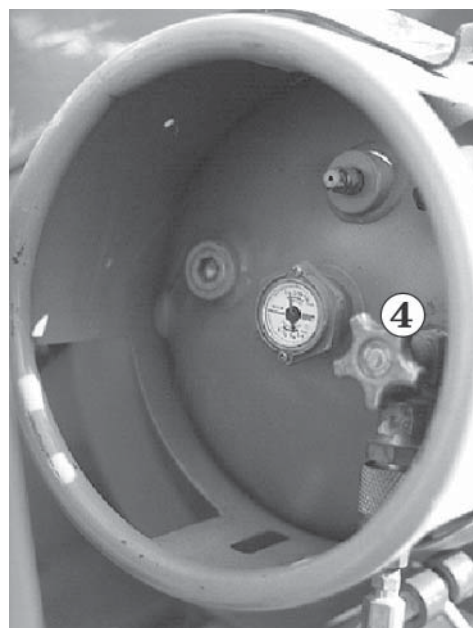

Abb. 8.5
4. Für **Flüssiggasbetrieb**: Öffnen Sie das Ventil **4** (siehe Abb. 8.5) an der Oberseite des Flüssiggasbehälters vollständig (gegen den Uhrzeigersinn bis zum Anschlag aufdrehen).